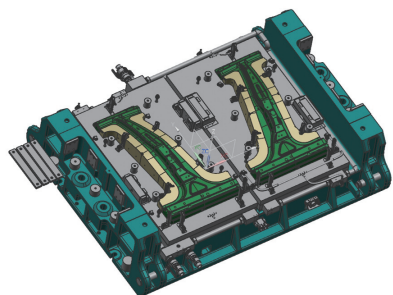

图1 车桥模具的点云色差图报告
(1) 可移动式车间现场工作,不需要地基。
(2) 不受振动、工业照明或温度变化等恶劣车间环境的影响和限制。
(3) 能够测量和分析各种零件、夹具、检具和总成件,不论其形状和大小。理论精度 $< 0.03\text{mm}$,重复性精度 $< 0.1\text{mm}$ 。
(4) 点云数据可与 CAD 或主零件对比,提供综合全面的曲面和特征测量,尤其是可以提供测量物体间的相互作用(如凹凸模)之后虚拟数字装配分析。
(5) 自动生成带有 CAD 色差图的直观测量报告(见图 1)。“绿色”表示符合设计公差要求;“黄色→红色”表示正偏差(未加工到位,还有余量);“浅蓝色→深蓝色”表示负偏差(型面过切)。
(6) 自动生成 STL 输出,适用于逆向工程和进阶分析。